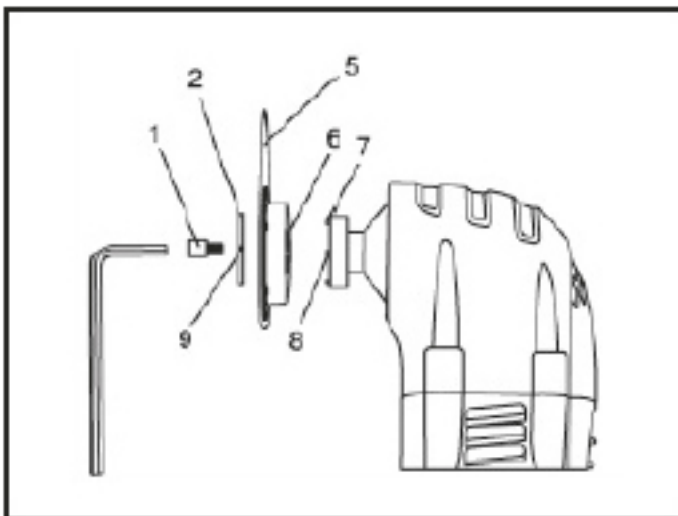

Fig. 2
2. Așezați lama (5) pe suportul de accesoriu (Fig. 2)
1. Instalați lama pentru tăierea lemnului în aparat (Fig.2)
1. Instalați lama de tăiere pentru lemn în aparat (fig. 2)
1. Instalați lama jumătate de cerc pentru lemn și gips-carton în aparat(Fig.2)
1. Instalați placa de șlefuire pe aparatul multi-funcțional așa cum este prezentat în Fig. 2
1. Instalați lama de răzuire pe aparatul multi-funcțional așa cum este prezentat în Fig. 2, Fig. 1 și 2.